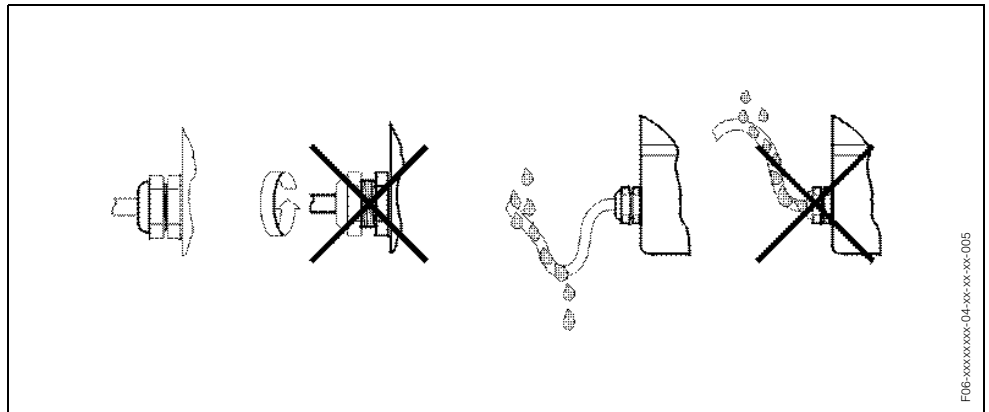

Fig. 40: Instrucciones de instalación, entradas de cable
- Deje todas las entradas de cable bien apretadas (Fig. 40)